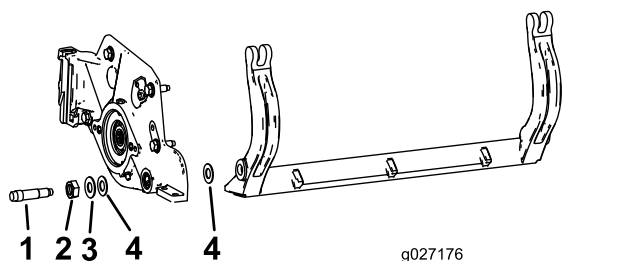

Рисунок 31
Примечание: Помните о наличии двух нейлоновых и одной штампованной стальных шайб с каждой стороны неподвижного ножа (Рисунок 31).
- Примечание:** Установите нейлоновую шайбу с каждой стороны выступа боковой пластины. На нейлоновые шайбы установите стальные шайбы (Рисунок 31).